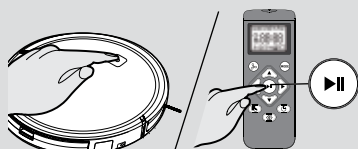

Fig. 10
2. Appuyez sur le bouton on/veille sur l'appareil ou sur le bouton start/pause sur la télécommande pour lancer le processus de nettoyage. **[Fig. 10]**